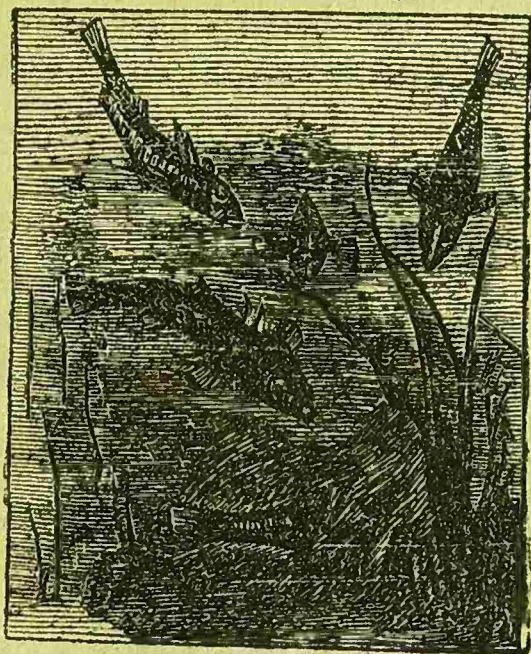

Fig. 27.
23.—Los peces de agua dulce.—Si en un día de buen tiempo nos aproximamos poco á poco á la orilla de un estanque, veremos allí porciones de pececillos (fig. 27); en los lugares más profundos del mismo se ven peces más grandes: los primeros que tienen en el dorso unas fajas negras transver-